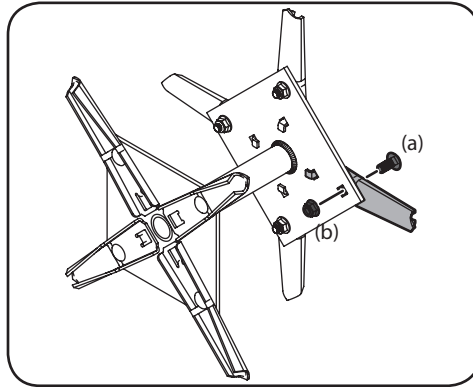

Figura 5-2
2. Extraiga el tornillo de carro (a) y la tuerca (b). Vea Figura 5-2.